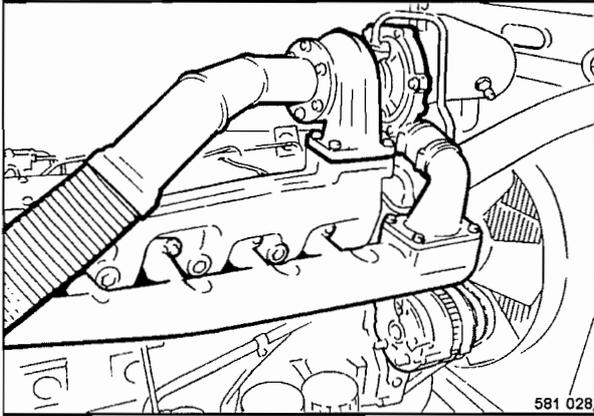

Fig. 92
- Comprobar la fijación del tubo de aspiración y del gas de escape (Fig. 92) en las culatas por asiento fijo.